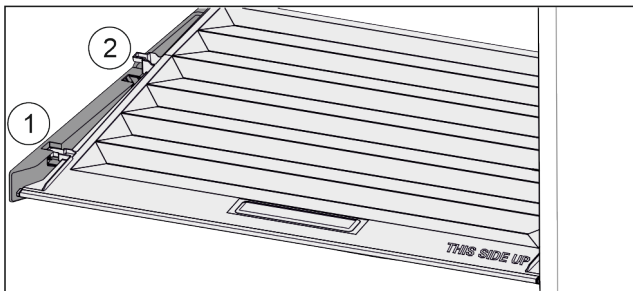

Fig. 91
- Tirer le couvercle vers l'avant jusqu'à l'orifice des pièces de retenue Fig. 91 (1).
- Le soulever par le bas à l'arrière et le sortir par le haut Fig. 91 (2).